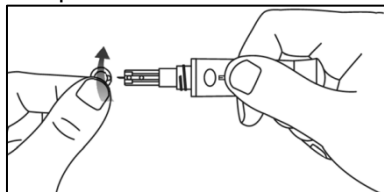

Fig. 5.18
Paso 3: Sostenga la lanceta firmemente en el soporte de lanceta, gire la tapa de seguridad de la lanceta y luego retire la tapa de seguridad. Guarde la tapa de seguridad para desechar la lanceta. (Consulte la Fig. 5.18)